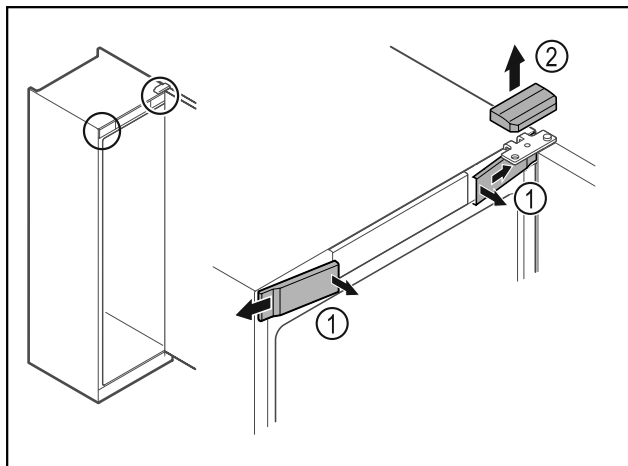

Fig. 8 \*
- ▶ Klik de forreste indvendige afdækninger Fig. 8 (1) ud, og tag dem af i siden.\*
- ▶ Tag den øverste afdækning Fig. 8 (2) af opefter.\*